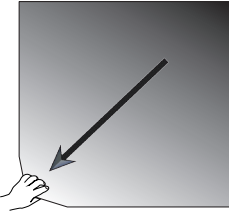

图 104：胶垫：提起并拉出垫子以将其取下
1. 要松开胶垫，请将其从一侧提起，然后慢慢拉离平台，如图 104 所示。